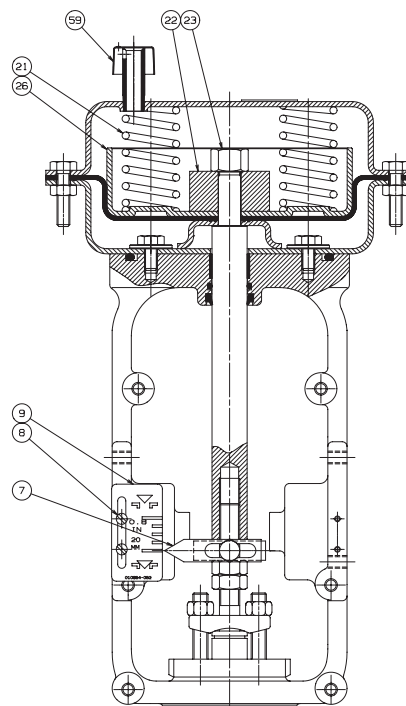

Figure 10 Actionneur de taille 3 ouvrant sous l'action de l'air
- J. Monter l'entretoise (14) sur la tige de l'actionneur (10), Figure 10.
- K. Inverser le diaphragme (25) et le plateau de diaphragme (26), Figure 10.
- L. Enduire le filetage de l'écrou hexagonal (23) et les surfaces de l'entretoise (22) d'antigrippant au nickel Chesterton 725 ou équivalent.
- M. Vérifier la position des entretoises (14 et 22), remonter le diaphragme (25), le plateau de diaphragme (26) et l'entretoise (22) puis serrer l'écrou hexagonal (23) au couple prescrit dans le Tableau 3.
- N. Mettre en place les ressorts (21) et les entretoises de ressort (18) [si prévues] sur le plateau de diaphragme.